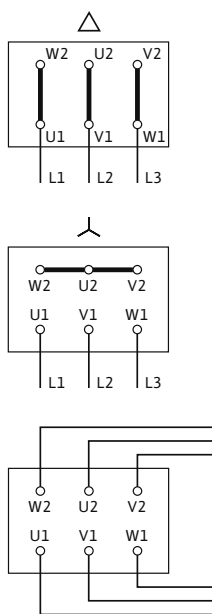

Fig. 17: 电源连接
电气连接的连接图在接线盒盖里面（参见 Fig. 17）。
- 电源连接取决于电机功率  $P_2$ 、供电电压和通电类型。接线盒中连接桥的必要切换参见以下列表“表 4：接线端子的占用情况”，第 16 页以及 Fig. 17。